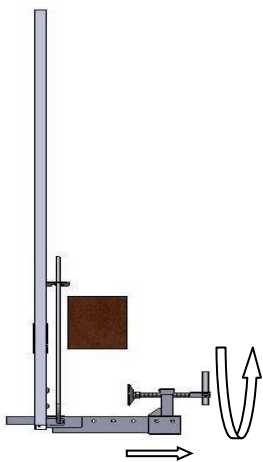

fig. 4
Montaggio (fig. 4 – 5 – 6 – 7 - 8)
- Aprire la morsa di alcuni centimetri girando la manovella in senso antiorario (fig. 4 a pag. 9);